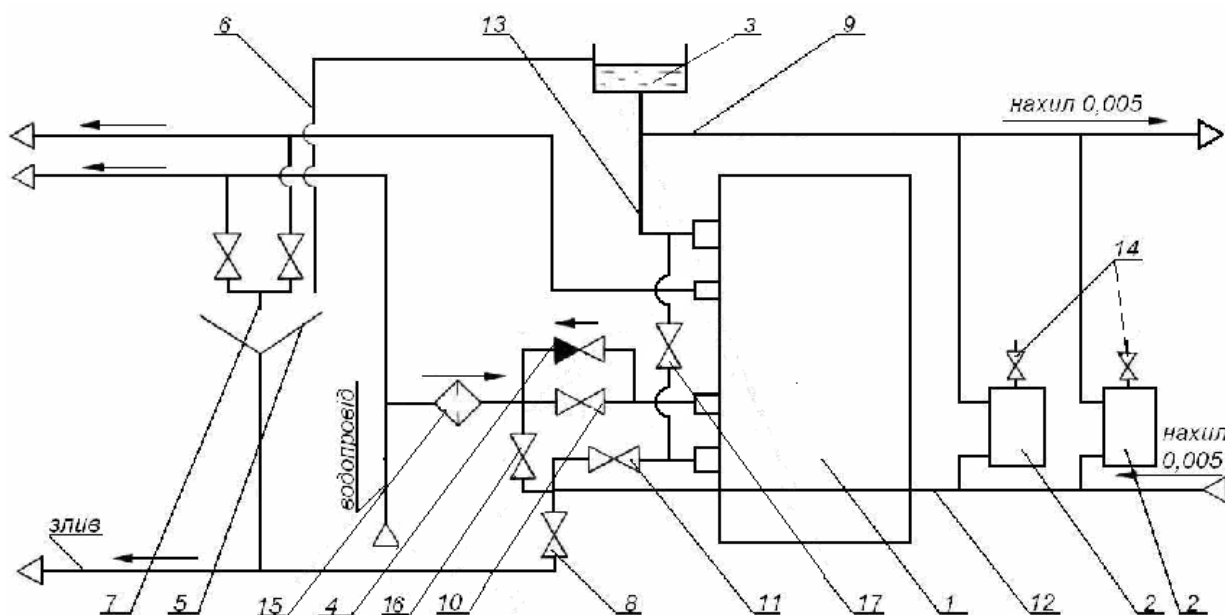

Рисунок 2 - Схема установки котла в системе отопления (рекомендованная).
9.2 Обслуживание отопительной системы (рисунок 2).